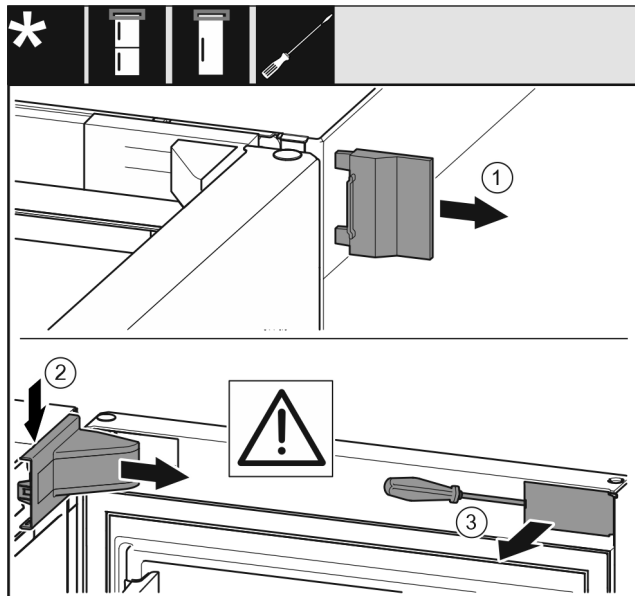

Fig. 14
- ▶ Buitenste afdekking wegnemen. Fig. 14 (1)
- ▶ Lagerbokafdekking ontgrendelen en losmaken. Lagerbokafdekking wegnemen. Fig. 14 (2)
- ▶ Paneel met een platte schroevendraaier ontgrendelen en opzij draaien. Fig. 14 (3)